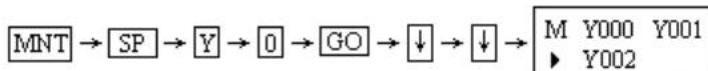

图 7 检测功能按键操作
a. 在编程器显示屏上读出 Y0、Y1 和 Y2 的状态，如图 7 所示顺序按键操作。